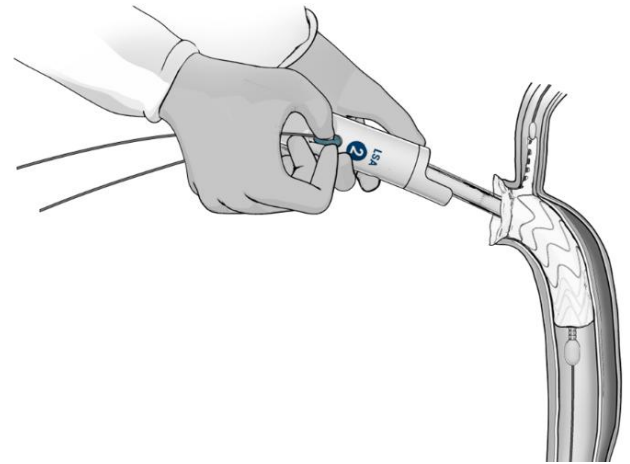

Abbildung 13. Zurückziehen der LSA-Zuglasche zur Freisetzung des LSA-Seitenasts nach der aortalen Freisetzung
- 11.4.4 Den LSA-Seitenast im Anschluss freisetzen, indem an der LSA-Zuglasche gezogen wird (**Abbildung 13**), wodurch sich der LSA-Patch öffnet und der gestentete Seitenast freigesetzt wird.